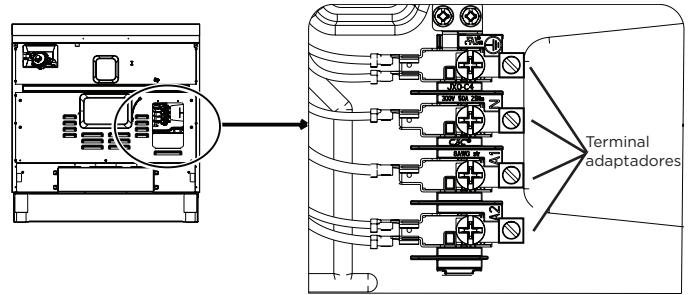

Figura 8: Adaptadores para terminales
3. Conecte los adaptadores para terminales (4) suministrados en el kit al bloque de terminales retirando el tornillo deseado, deslizando el adaptador sobre el tornillo y atornillándolo de nuevo en su posición. Conecte los 4 adaptadores. Consulte la Figura 8.